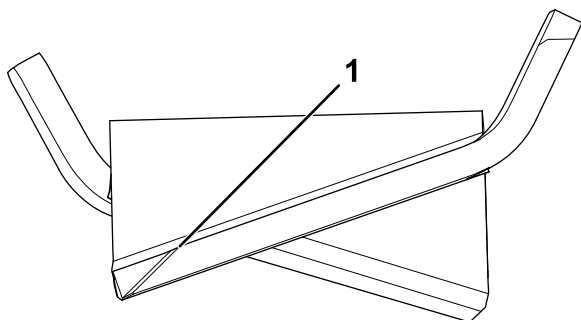

Figura 106
1. Utilize uma lima ou ferramenta de afiar para afiar a aresta de corte em ambas as extremidades da lâmina (Figura 106).
Nota: Se a lâmina não estiver equilibrada, lime algum metal da extremidade da aba apenas (Figura 106).